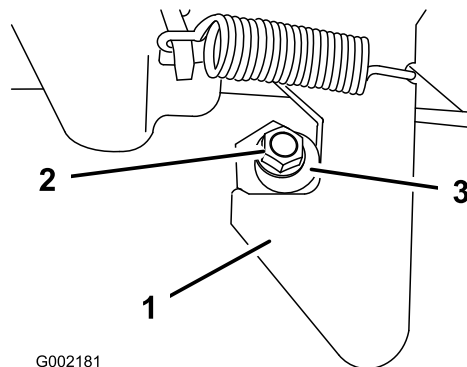

Figura 25
1. Desaperte a porca no perno do trinco (Figura 25).
2. Rode o perno no sentido dos ponteiros do relógio até o encostar ao trinco e aperte a porca (Figura 25).